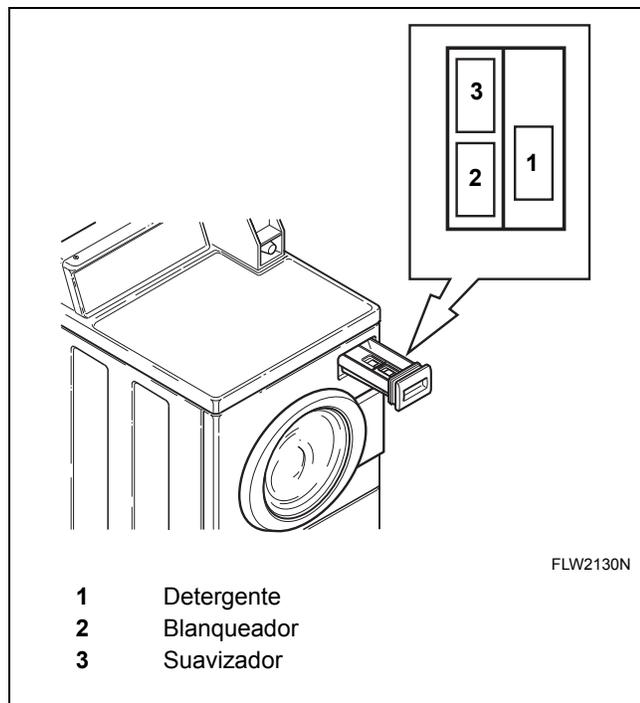

Figura 35
Abra la gaveta del surtidor. Mida y añada detergente de alta eficiencia (HE) que dé poca espuma (1), blanqueador (2) y suavizante (3) al cajón de suministro (consulte *Figura 35*). Cierre la gaveta del surtidor.